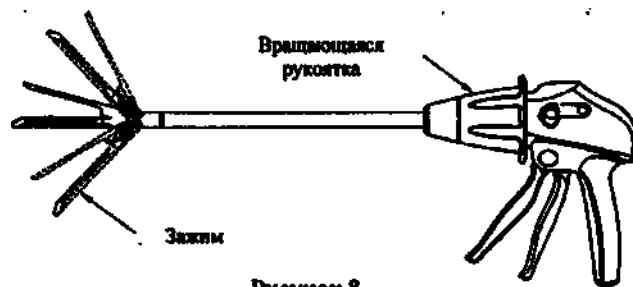

Рисунок 8
2. Потяните вращающуюся рукоятку на себя указательным пальцем и приложите усилия к зажиму для регулирования угла до тех пор, пока он не станет равным или больше $22,5^\circ$ с одной стороны. Продолжайте удерживать, а затем отпустите вращающуюся рукоятку. Тогда угол поворот зажима будет зафиксирован. Чтобы вернуть зажим в исходное ровное положение, снова потяните вращающуюся рукоятку на себя, и зажим автоматически вернётся (Рисунок 8).